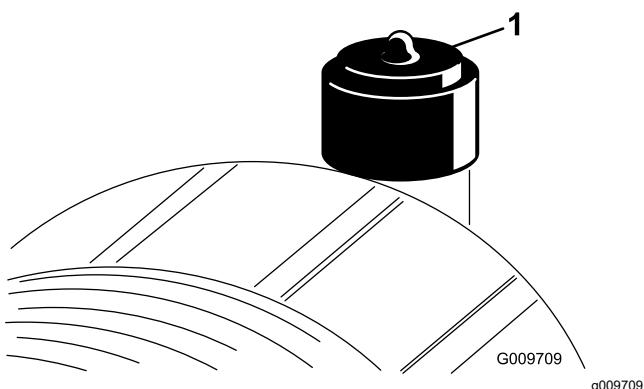

Figura 53
Faça a manutenção ao filtro de ar apenas quando o indicador de serviço (Figura 53) o exigir. Mudar o filtro de ar antes de ser necessário apenas aumenta a possibilidade de entrar sujidade no motor quando se retira o filtro.
9. Reinicie o indicador (Figura 53) se este se apresentar vermelho.